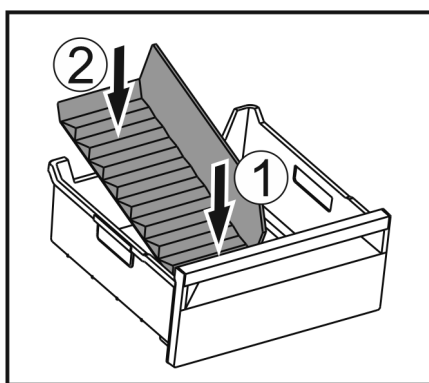

Fig. 136
- 装入冰格分隔器前部。 Fig. 136 (1)
- 将冰格分隔器后部放低至抽屉底板。 Fig. 136 (2)